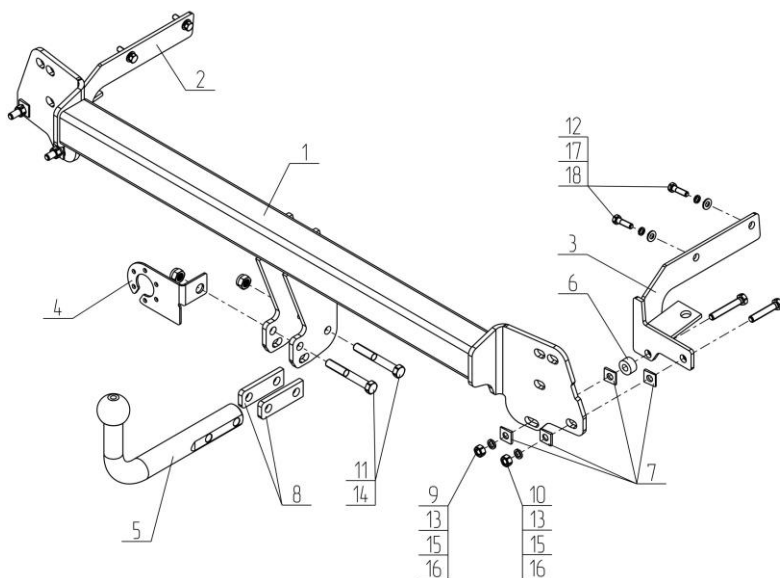

Рис.1.
- Установить ТСУ (поз.1) на штатное место усилителя бампера и зафиксировать его с помощью штатных крепежных элементов и гаек, шайб (поз.7,13,15,16); **Внимание.** Между задней юбкой а/м и ТСУ (поз.1) установить дистанционные втулки (поз.6) и шайбы клиновидные (поз.7). См. рис.1;